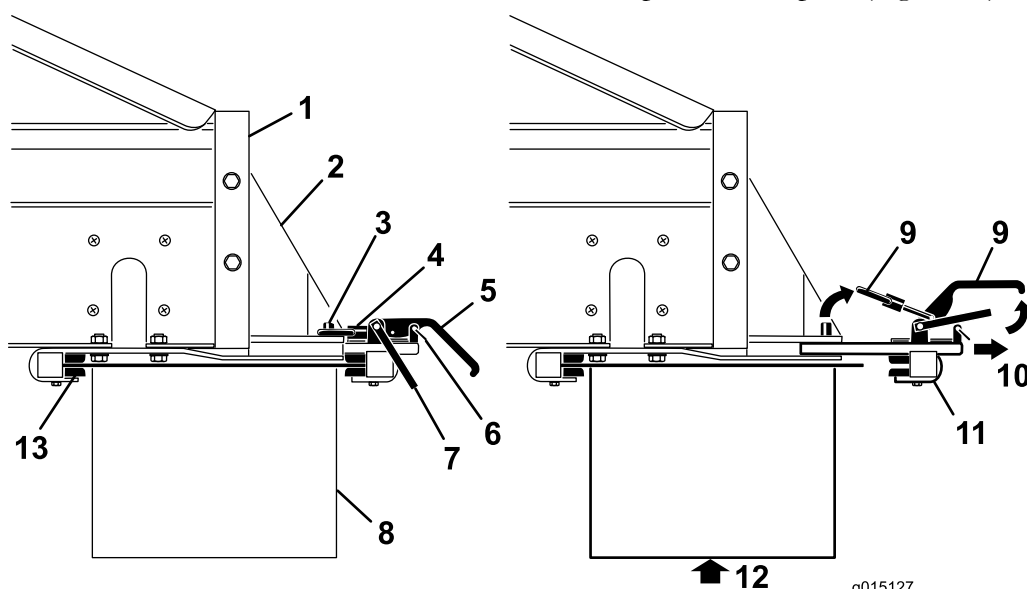

Figura 37
3. Retire los seguros de los cierres de seguridad de las palancas de apriete (Figura 37).
4. Levante el cierre de seguridad, luego levante las palancas de apriete del accesorio y libere los anillos de bloqueo de los pasadores de bloqueo (Figura 37).
5. Deslice la mordaza trasera de acoplamiento del accesorio hacia fuera para liberarla de las ranuras de acoplamiento rápido (Figura 37).
6. Con la ayuda de otra persona, introduzca el borde delantero de la cinta transportadora transversal/kit de giro entre las mordazas delanteras de los soportes, subiéndolo desde debajo de la parte trasera del MH-400 (Figura 37).
7. Apoyando la cinta transportadora transversal/kit de giro, vuelva a colocar la mordaza trasera de acoplamiento del accesorio en las ranuras de los soportes, y sobre el borde trasero (Figura 37).
9. Vuelva a colocar los seguros de los cierres de seguridad en las palancas (Figura 37).